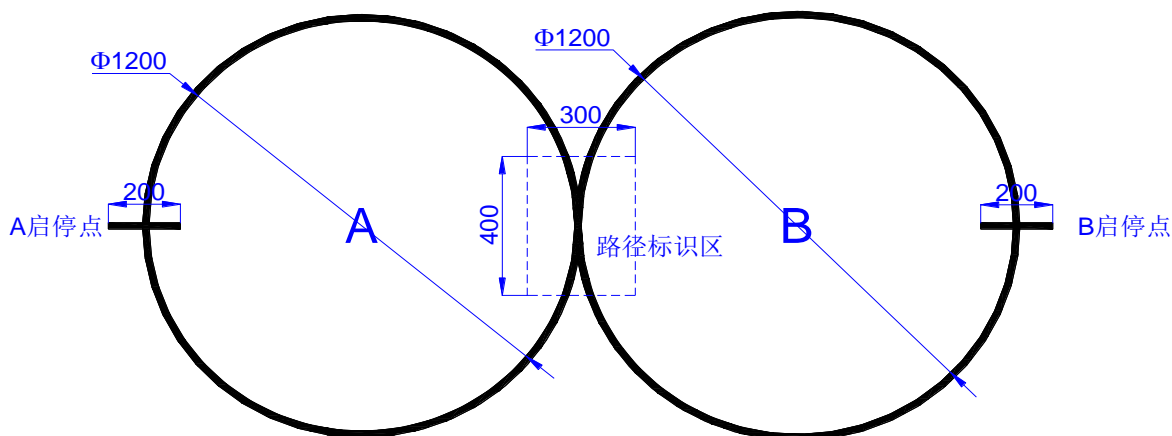

图1. 悬浮车测试赛道 (单位: mm)
设计并制作一辆采用高速轴流风机驱动的气垫悬浮车。悬浮车测试赛道如图 1 所示。
- (1) 在图 1 所示测试赛道上，将气垫悬浮车放在指定启停点上，一键启动后，气垫悬浮车能在启停点缓慢升起，悬浮高度大于 2mm，悬停时间大于 2s。
- (2) 气垫悬浮车由 A 启停点出发，沿 A 圆环路径逆时针方向完成寻迹运行一周后，停在 A 启停点上。要求运行时间小于 180s，超时停止测